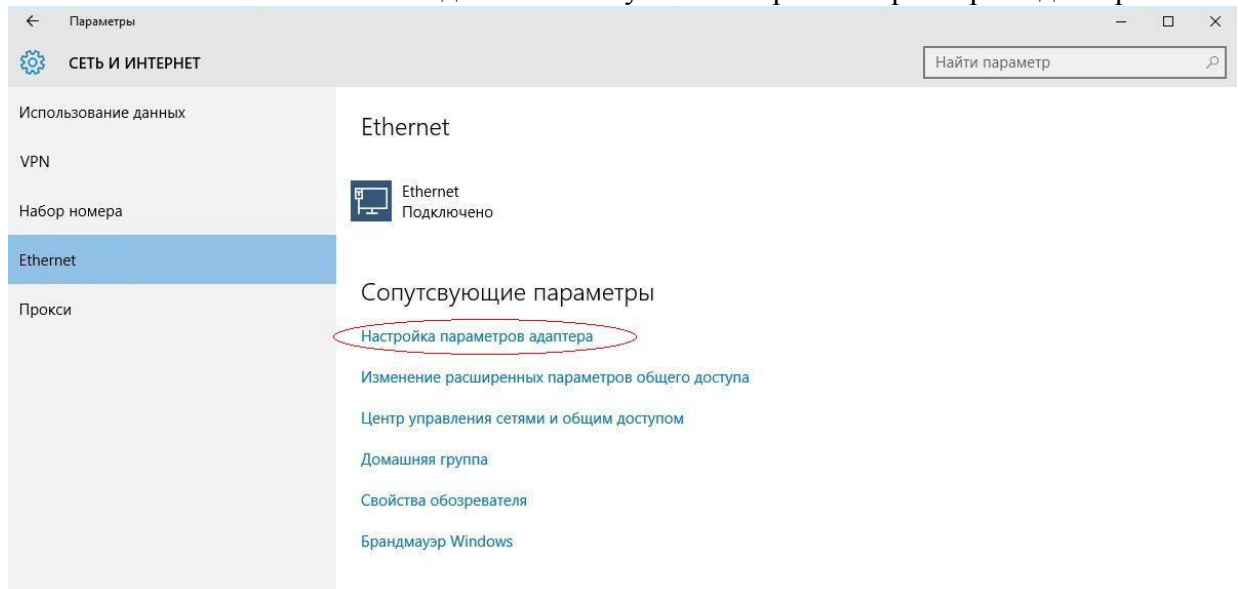

Рис. 3.4 - Сеть и Интернет
2. Выберите пункт "Сеть и Интернет" (Рис. 3.4);